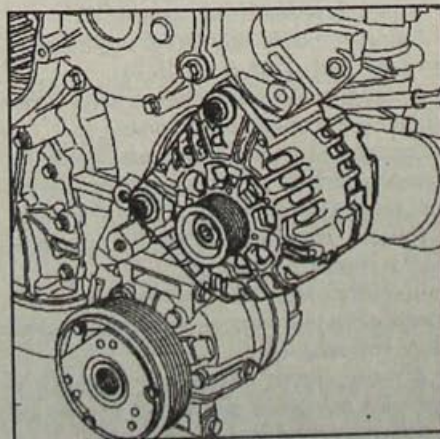

Рис. 15.12. Расположение болтов крепления генератора
- Отверните и достаньте болт нижнего крепления генератора и отверните верхний болт, не извлекая его (рис. 15.12).